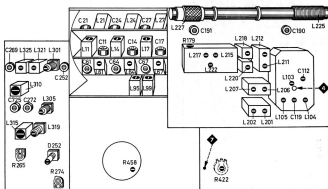

Fig. 6
- 6.5 Den Ruhestrom ca. 1 Minute nach dem Einschalten des Gerätes mit dem Einstellregler R 422 (Fig. 6) auf 4 mA $\pm$ 20–10 % einstellen.
- 6.5 Approx. 1 minute after switching on set, set zero signal current via adjuster R 422 (fig. 6) to 4 mA $\pm$ 20–10 %.